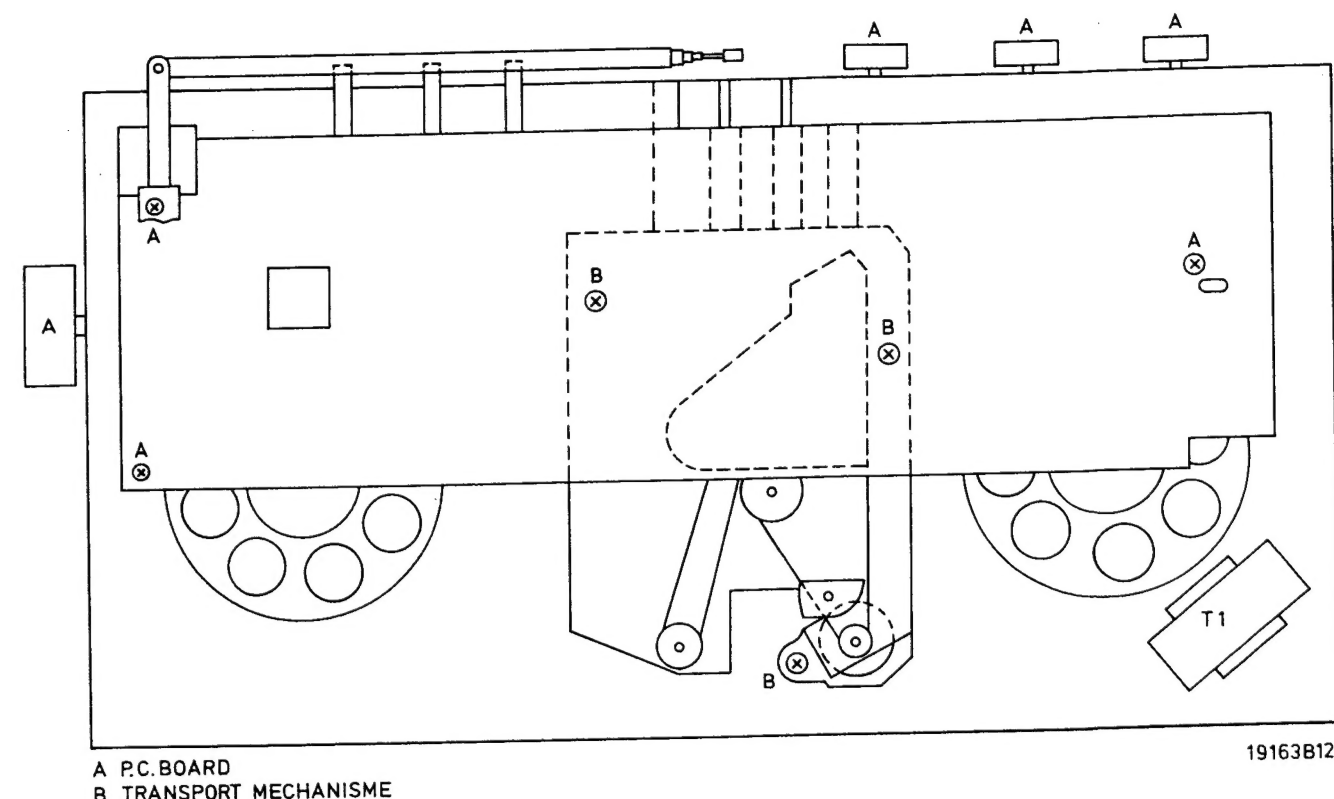

Fig. 4
- Les vis B (fig. 4) permettent de détacher la mécanique.
Gehäuse, Abb. 4 und 8
Siehe auch Abb. 4.
- g. Zum Ausbau des Laufwerks müssen die Schrauben B gelöst werden. Siehe Abb. 4.